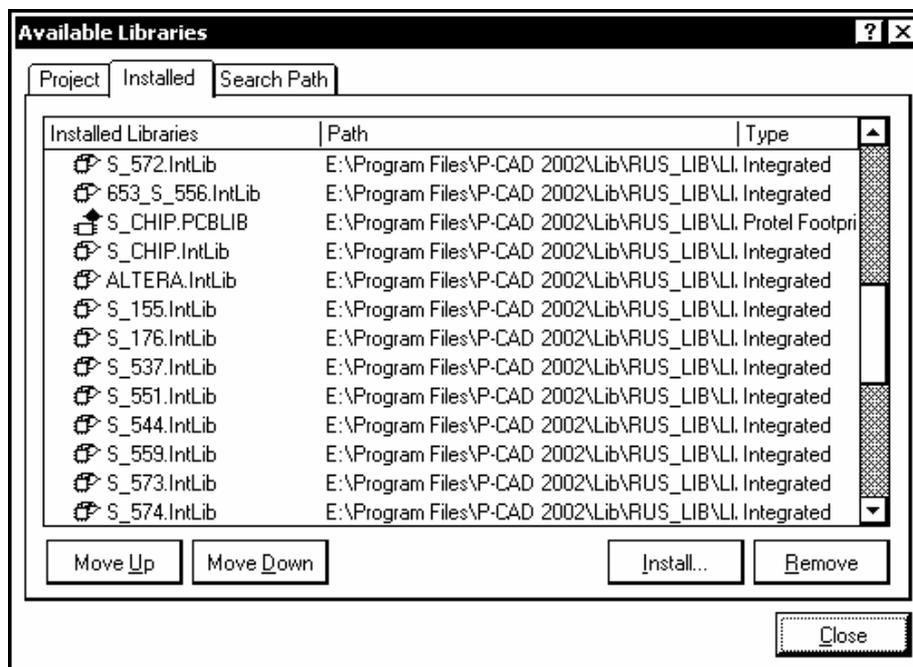

Рис. 3.25
2. Для присоединения недостающих библиотек щелчком по кнопке Libraries в верхней части панели активизировать окно со списком установленных библиотек Installed Libraries (рис. 3.25).
4. Кнопкой Close в окне, рис. 3.25, завершить подключение библиотек.
Для исключения ненужных в проекте библиотек вызвать, аналогично п.2, диалоговое окно, рис. 3.25, указать в нем ненужные библиотеки и удалить их из списка кнопкой Remove.